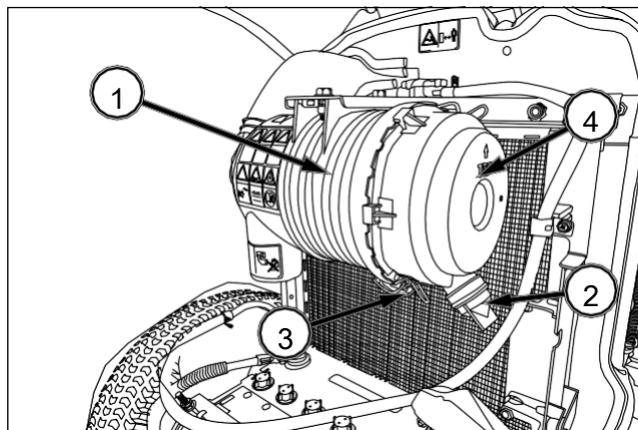

FIG. 208
FIG. 208 y 209: El filtro de aire (1) del motor se encuentra en el motor. Abra el capó para obtener acceso al filtro de aire del motor y realizar su mantenimiento.